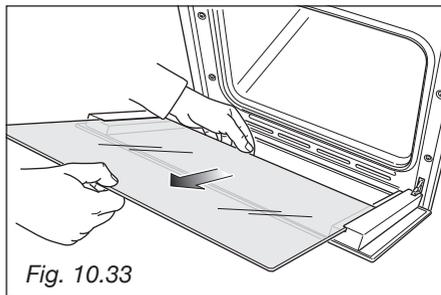

Fig. 10.33
- Sfilare delicatamente il vetro interno (fig. 10.33).